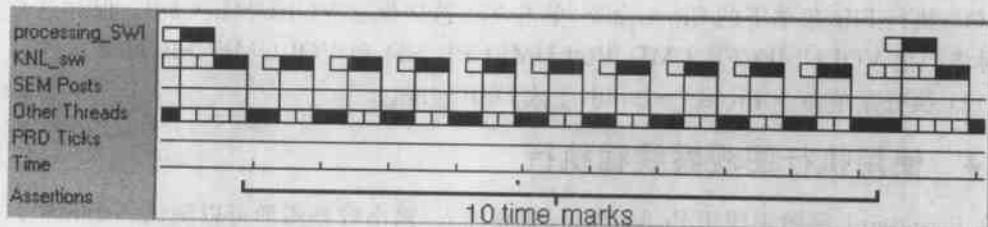

图 7.25 线程执行图
(6) 按 F5 键运行程序,线程执行图的显示如图 7.25 所示。